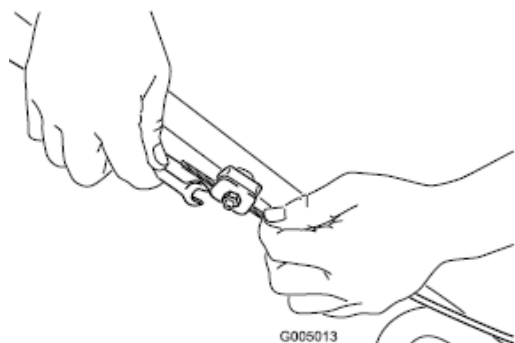

Figure 28
1. Zluzować nakrętkę uchwytu linki (Fig. 28).